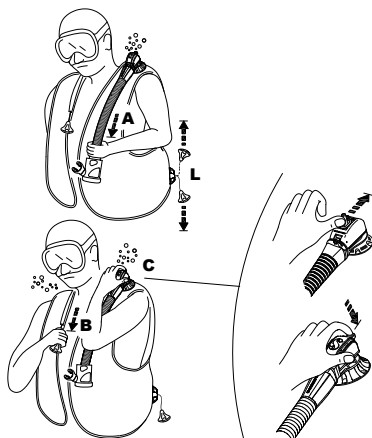

fig. 7
- a) une traction douce sur l'ensemble du flexible (fig. 7-A)
- b) une poussée sur le bouton qui ressort du boîtier de la soupape (fig. 7-C) (breveté) : ce système peut également être utile pour purger l'air d'un autre plongeur qui rencontre des problèmes (panique, plongeur débutant, perte de conscience, etc.)
- La soupape de purge double SCUBAPRO® (brevetée) possède un bouton manuel de sécurité qui relâche de l'air lorsqu'il est enfoncé (fig. 7 C), en cas de défaillance du système de purge manuelle (câble coupé, broche défilante, etc.) ou lorsque vous respirez dans un Air 2.
Soupape d'épaule (fig. 7-B)
La soupape de purge qui se trouve sur l'épaule droite, si elle existe, est activée en tirant doucement sur le bouton qui est attaché par une lanière à la soupape elle-même (fig. 7-B). Pour faire fonctionner l'une ou l'autre des soupapes de purge, orientez celle-ci de manière à ce qu'elle soit légèrement plus haute que l'air qui se trouve dans le gilet. Activez la soupape de purge jusqu'à ce que la flottabilité désirée soit atteinte. Pour refermer la soupape, arrêtez de tirer ou de pousser (fig. 7-B)
Soupape de purge basse (fig. 7-L)
les dispositifs de dégonflage qui offrent le flux de gaz maximal sont la soupape d'épaule (fig. 7-B) et la soupape de purge basse (fig. 7-L).